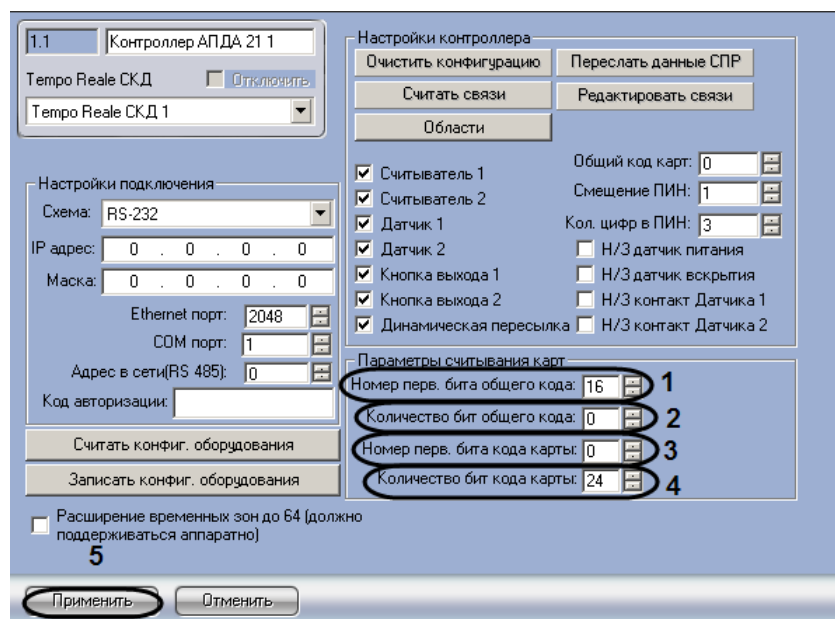

Рис. 3.3—12 Задание параметров считывания карт
1. Перейти на панель настройки объекта **Контроллер АПДА 21** или **Контроллер АПДА 41** (Рис. 3.3—12).
2. В поле **Номер перв. бита общего кода:** ввести номер первого бита общего кода (см. Рис. 3.3—12, 1).
3. В поле **Количество бит общего кода:** ввести количество бит общего кода (см. Рис. 3.3—12, 2).
4. В поле **Номер перв. бита кода карты:** ввести номер первого бита кода карты (см. Рис. 3.3—12, 3).
5. В поле **Количество бит кода карты:** ввести количество бит кода карты (см. Рис. 3.3—12, 4).
6. Для сохранения внесенных изменений нажать кнопку **Применить** (см. Рис. 3.3—12, 5).